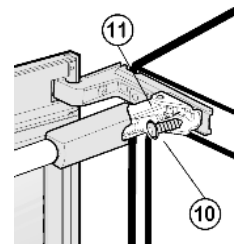

Fig. 16
- ▶ Ensuite, plier l'amortisseur de fermeture de sorte que la vis Fig. 16 (10) puisse être vissée. Serrer la vis avec un couple de serrage de 4 Nm.